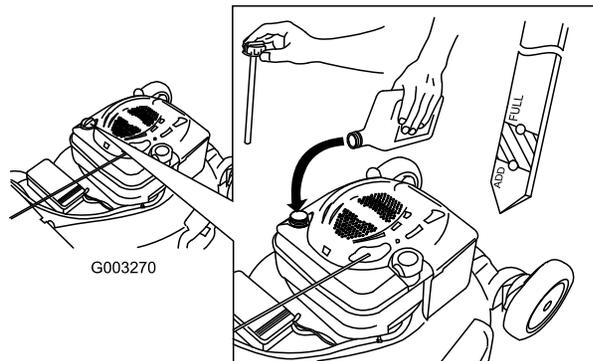

Bild 36
4. Füllen Sie das Öl **langsam** in den Einfüllstutzen ein, um den Ölstand auf die Voll-Marke am Peilstab anzuheben (Bild 36). **Füllen Sie nicht zu viel ein.** (Max. Füllstand: 0,59 l des Typs: Waschaktives SAE 30W-Öl mit der Klassifizierung SF, SG, SH, SJ, SL oder höher durch das American Petroleum Institute (API).)